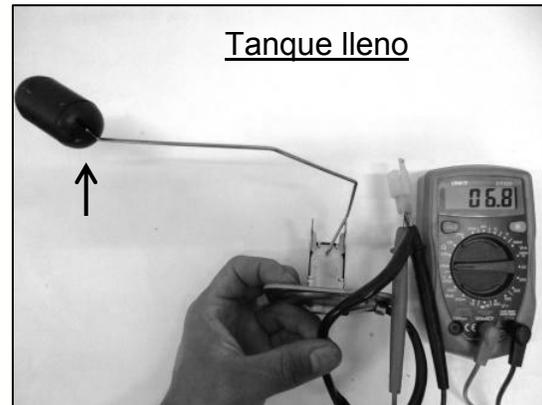

Fig.7.52
- Resistencia del sensor con tanque lleno **7.5 Ω** Fig.7.52